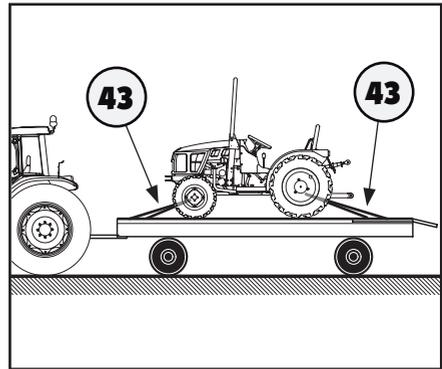

Abb. 5.53
Wenn der Traktor auf ein geeignetes Transportmittel verladen wurde, muss er mit Befestigungsgurten oder geeigneten Ketten (43) abgesichert werden. Die Achsen stellen geeignete Punkte zur Anbringung von Gurten oder Ketten dar (Abb. 5.53).